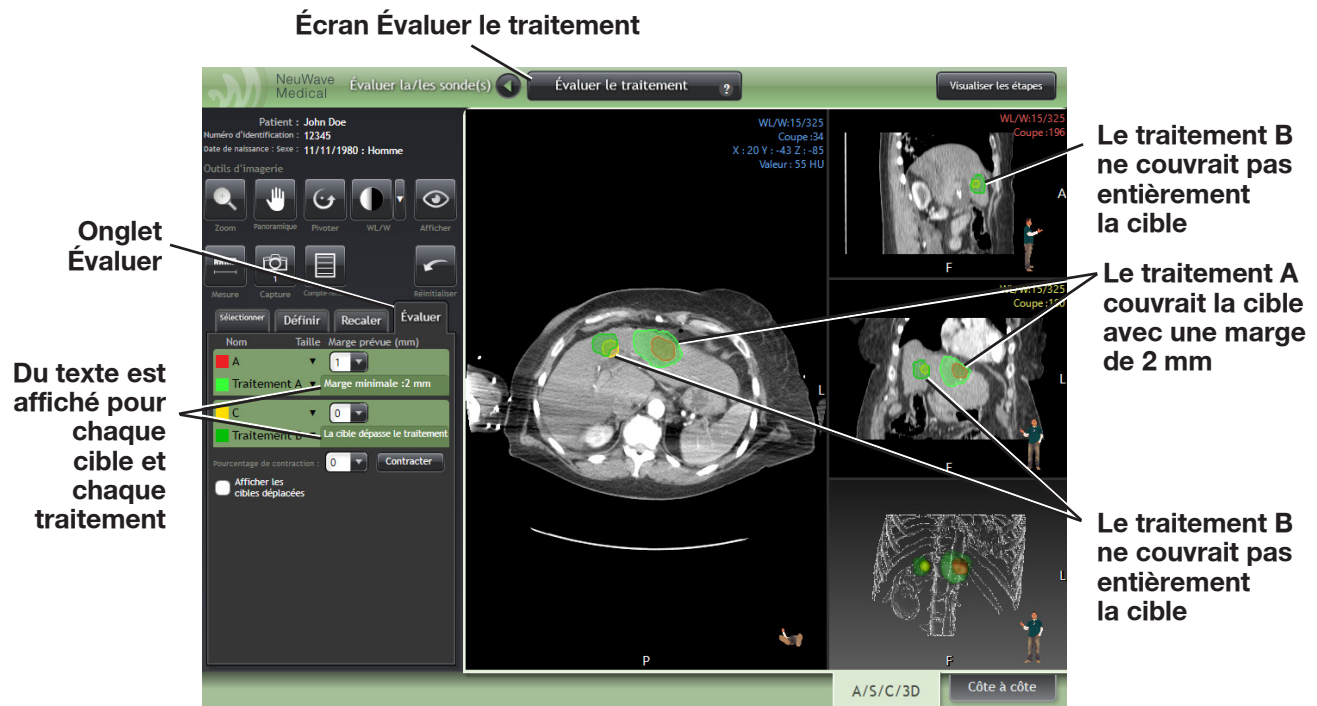

Figure 3-40 : Onglet « Évaluer le traitement » et tableau.
3. Si aucune sonde d'ablation n'était présente lors de l'acquisition post-ablation, les cibles d'ablation et la zone de traitement s'afficheraient comme illustré sur la Figure 3-40.
4. Si la zone de traitement ne couvre pas la lésion, un message sur le côté gauche de l'écran informe l'utilisateur que la cible est plus grande que la zone de traitement : « La cible dépasse le traitement » (Figure 3-40).
5. Si la zone de traitement ne couvre pas la lésion, un message affiche les marges minimales (en millimètres) entre le bord de la lésion et le bord de la zone de traitement (Figure 3-40).